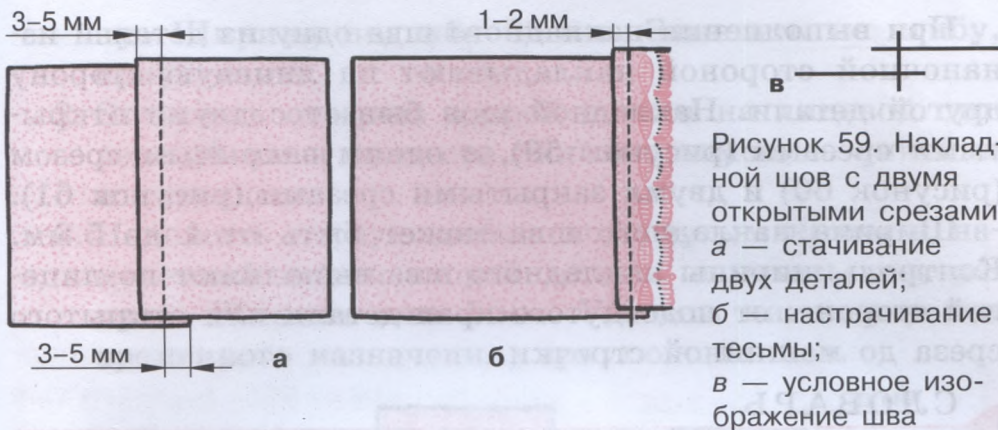
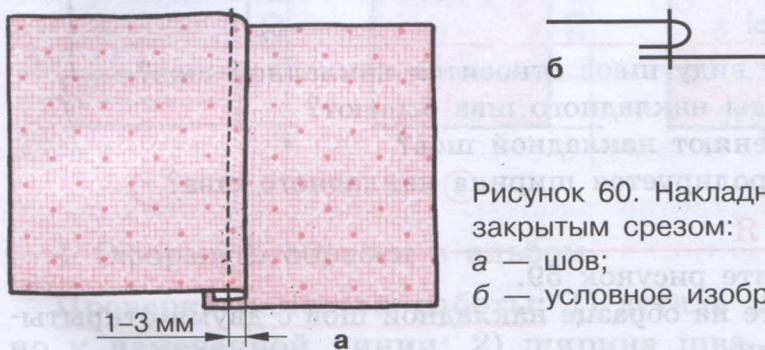
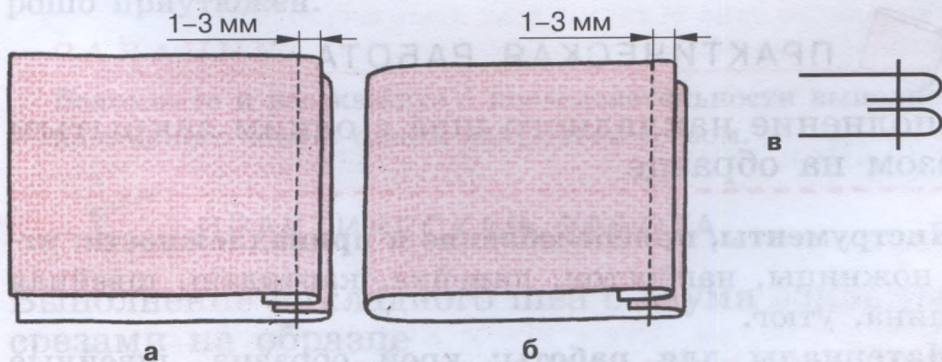

Рисунок 59. Накладной шов с двумя открытыми срезами:
Рисунок 60. Накладной шов с одним закрытым срезом:
Рисунок 61. Накладной шов с двумя закрытыми срезами:
При выполнении накладного шва одну из деталей изнаночной стороной накладывают на лицевую сторону другой детали. Накладной шов бывает с двумя открытыми срезами (рисунок 59), с одним закрытым срезом (рисунок 60) и двумя закрытыми срезами (рисунок 61).
1. Рассмотрите рисунок 59.